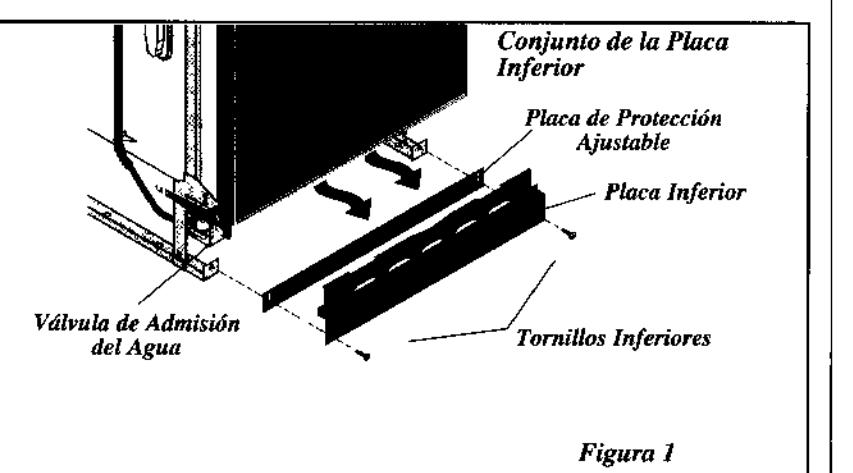

Figura 1
- Saque los dos (2) tornillos en la parte delantera del conjunto de la placa inferior usando un destornillador Phillips #2.
- Incline y tire hacia adelante para sacar. (Figura 1).